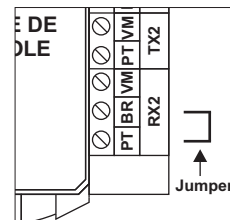

Figura 2
- Interligue os bornes PT e BR de RX2 através de um jumper e em seguida alimente o sensor (Figura 2).